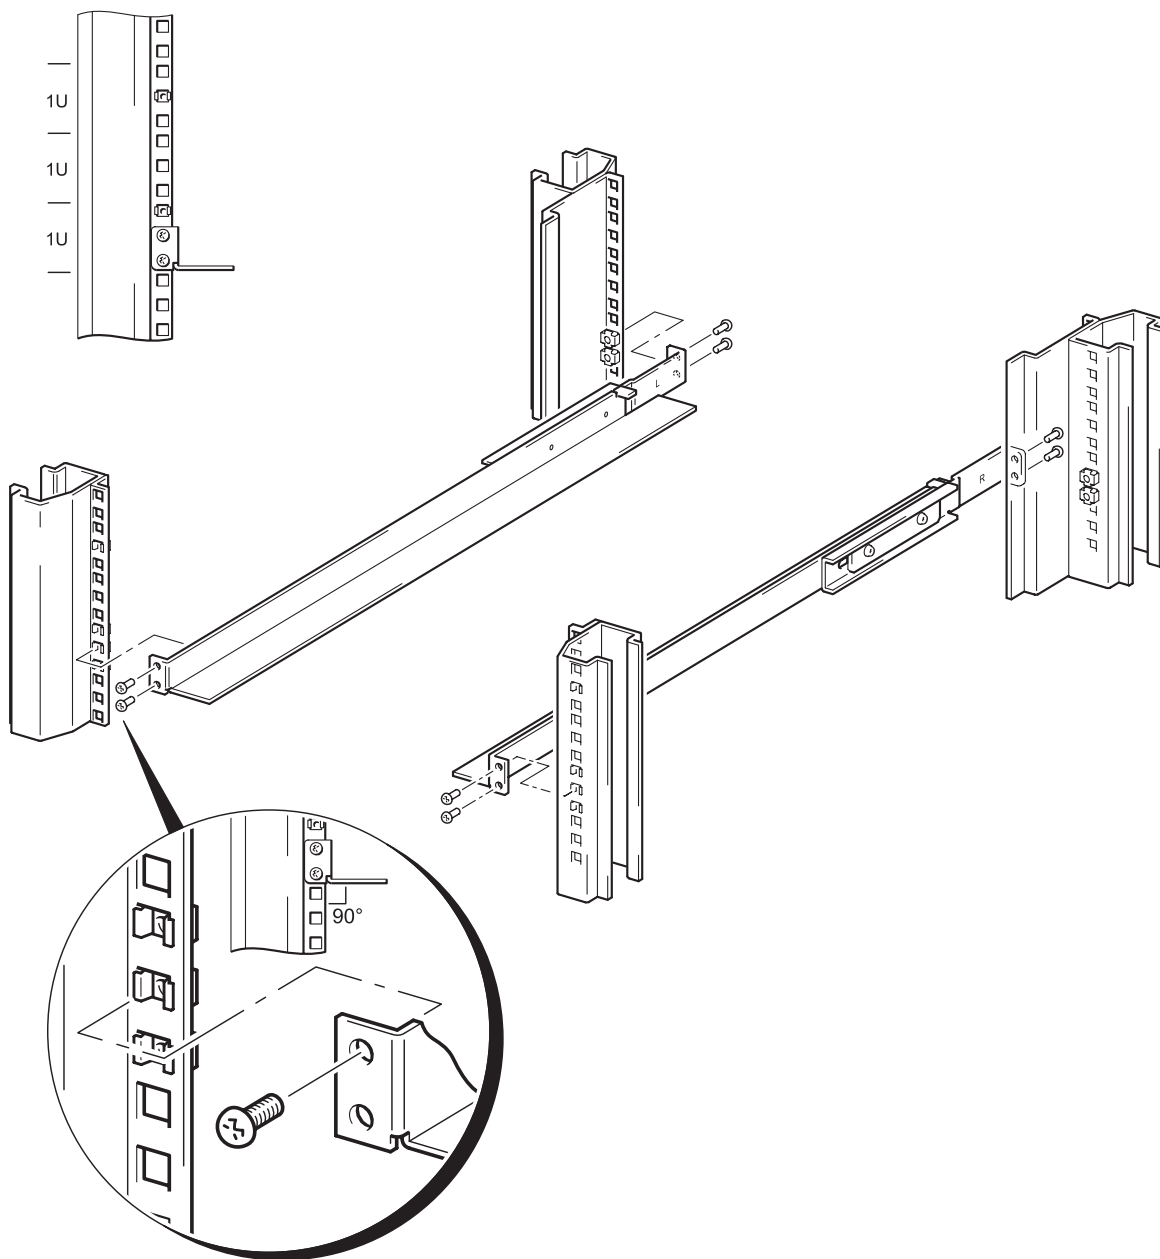

Figure 3b : installation des rails de support (orifices carrés)
- 1 Consultez la Figure 3b. Positionnez un rail de support de sorte que son rebord arrière recouvre la colonne arrière du rack et que les deux orifices du rebord du rail soient alignés sur les deux écrous cage. Faites-vous aider d'une autre personne pour cette opération.